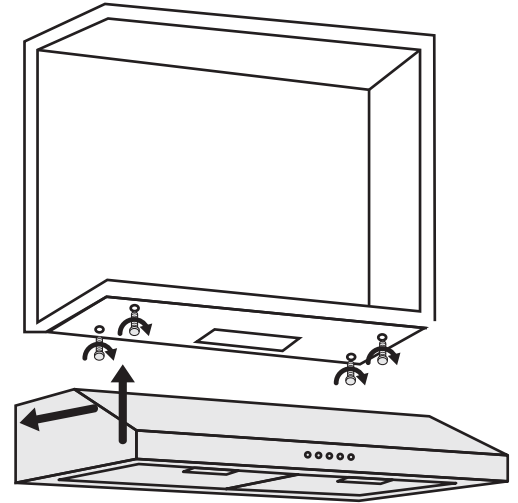

Figure 6
- En utilisant les mesures fournies à la page 7, mesurez et percez quatre trous dans le fond de l'armoire (voir Figure 6).
- Alignez la hotte aux trous dans le bas de l'armoire et vissez (voir Figure 6).